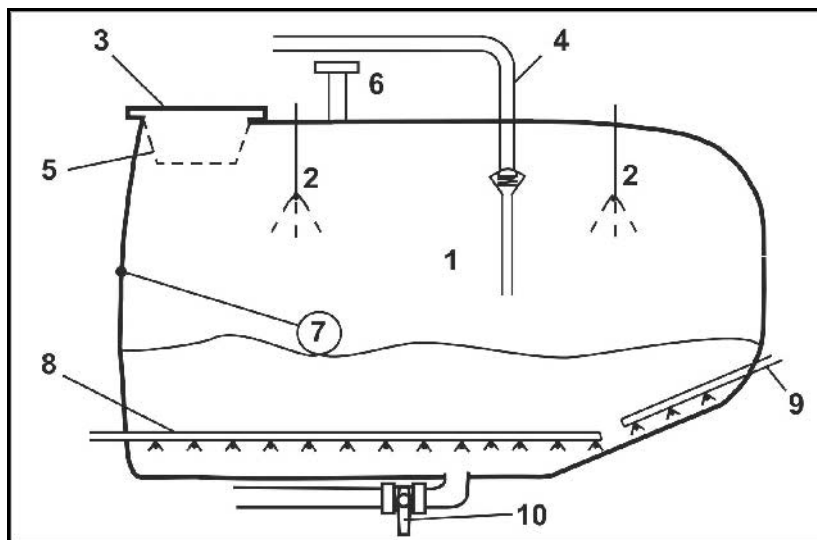

Рис. 43
- Когда агрегат установлен на гидравлическую опору, на контрольном индикаторе опоры видна красная отметка (Рис. 43/1).